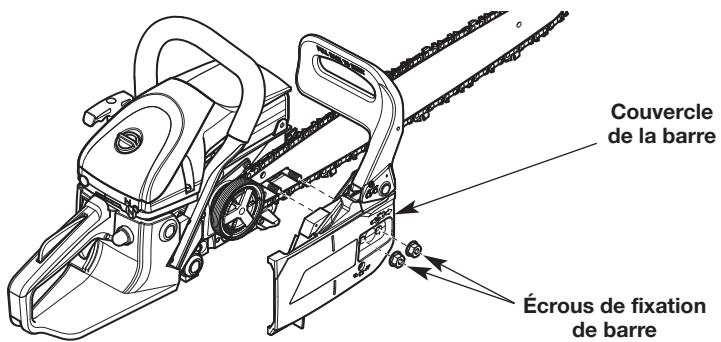

Fig. 29
- Utilisez l'outil polyvalent ou une clé de 13 mm (1/2 po) pour desserrer les écrous du guide-chaîne (Fig. 29).
- Retirez le couvercle de la barre et les écrous de retenue (Fig. 29).